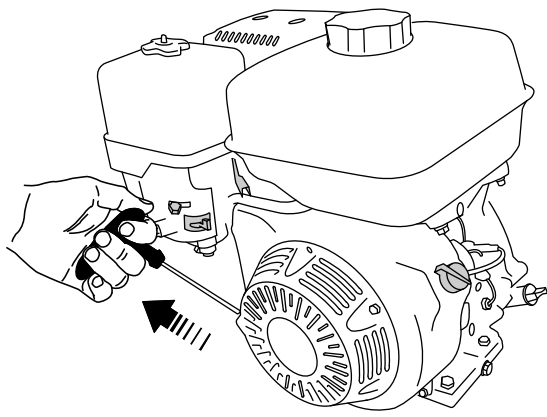

Figura 31
6. Tire de la cuerda del arrancador de retroceso suavemente hasta que note resistencia, luego tire con fuerza. Deje que el arrancador de retroceso vuelva lentamente a su posición inicial (Figura 31).